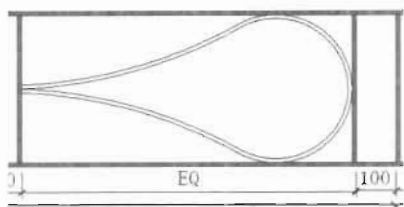

图 5-91
(5) 单击“修改”工具栏中的“修剪”按钮, 将两个圆形多余部分剪掉, 如图 5-91 所示。